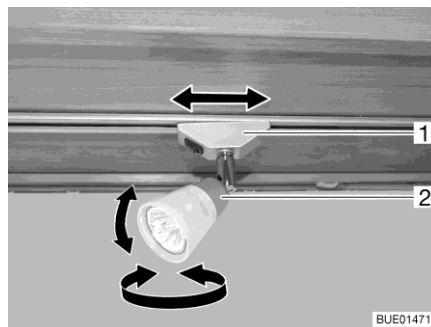

Bild 27 Spotlight
- Vrid spotlightens hus (Bild 27,2) i önskad riktning. Huset kan vridas i följande riktningar:
- Vrid fästet (Bild 27,1) med ca 45°.
- Vrid fästet (Bild 27,1) med 90°.